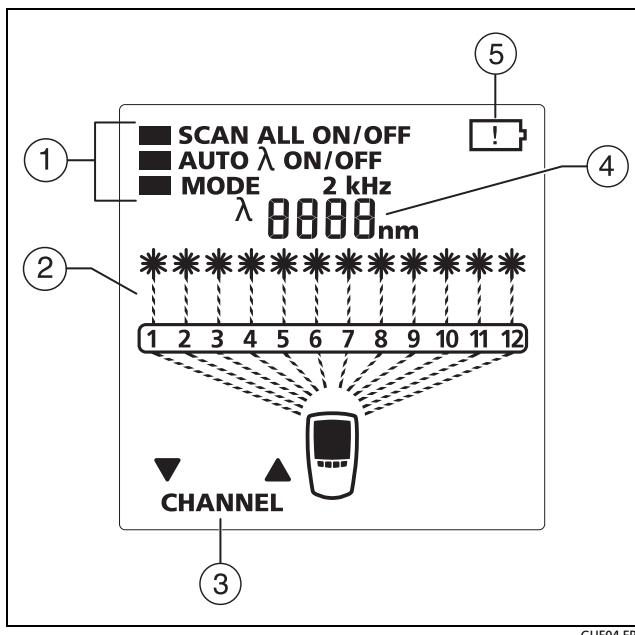

Figura 4. Funzioni del display della sorgente
Sorgente: per visualizzare le modalità per la sorgente, tenere premuto il tasto **MENU** per 2,5 secondi. Vedere item ① nella Figura 4 a pagina 9.
- ④ Connettore MTP/MPO con coperchio protettivo a chiusura automatica.
- ⑤ Porta USB per il caricamento dei record dei test dal misuratore in un PC. Vedere la sezione "Caricamento dei record in un PC" a pagina 29. È inoltre possibile utilizzare la porta per installare gli aggiornamenti software. Vedere la sezione "Aggiornamento del software" a pagina 31.